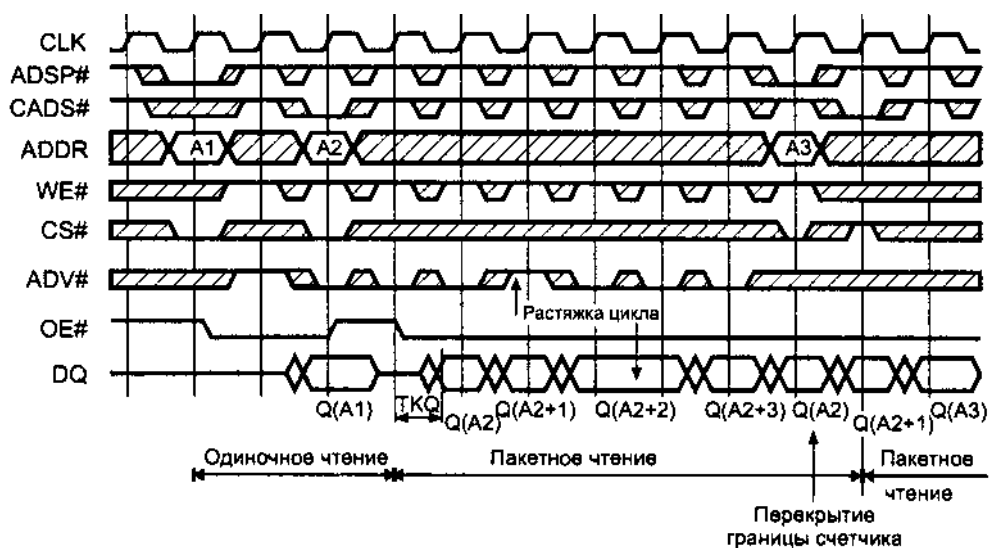

Рис. 8.25. Временные диаграммы чтения синхронной статической памяти
*Синхронная пакетная статическая память* (Sync Burst SRAM) оптимизирована под выполнение пакетных (burst) операций обмена, свойственных кэш-памяти. В ее структуру введен внутренний 2-битный счетчик адреса. В дополнение к сигналам, характерным для асинхронной памяти (адрес, данные, CS#, OE# и WE#), синхронная память использует сигнал CLK (Clock) для синхронизации с системной шиной и сигналы управления пакетным циклом ADSP#, CADS# и ADV#. Сигналы CADS# (Cache Address Strobe) и ADSP# (Address Status of Processor), которыми процессор или кэш-контроллер отмечает фазу адреса очередного цикла, являются стробами записи начального адреса цикла во внутренний регистр адреса. Любой из этих сигналов инициирует цикл обращения, одиночный (single) или пакетный (burst), а сигнал ADV# (ADVance) используется для перехода к следующему адресу пакетного цикла. Все сигналы, кроме сигнала управления выходными буферами OE#, синхронизируются по положительному перепаду сигнала CLK. Это означает, что значение входных сигналов должно установиться до перепада и удерживаться после него еще некоторое время. Выходные данные при считывании во время этого перепада остаются действительными. На рис. 8.25 приведены диаграммы нескольких вариантов циклов чтения синхронной статической памяти. Обратим внимание на то, что, что 2-битный счетчик адреса не позволяет перейти границу четырехэлементного пакетного цикла. Кроме того, порядок счета адресов внутри пакетного цикла соответствует